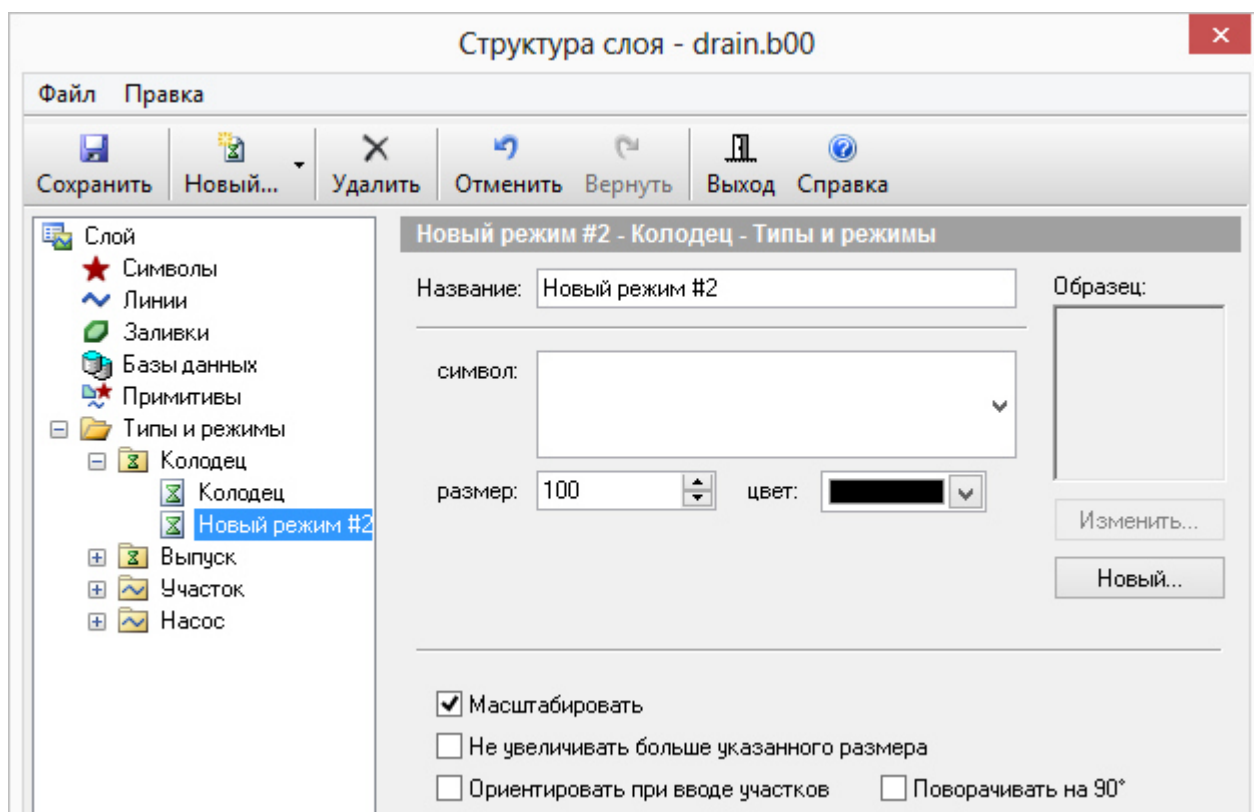

Рисунок 30. Параметры нового режима
2. Нажмите кнопку **Новый...** и в выпадающем списке выберите пункт **Новый...режим** или пункт меню **Правка| Новый режим...** На экране появится окно параметров создаваемого режима (Рисунок 30, «Параметры нового режима»);